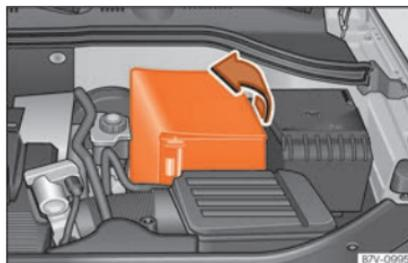

Fig. 299 No compartimento do motor: desloque a cobertura da bateria do veículo.
- No caso de uma cobertura: retire a cobertura deslocando-a para um lado »» » Fig. 299.